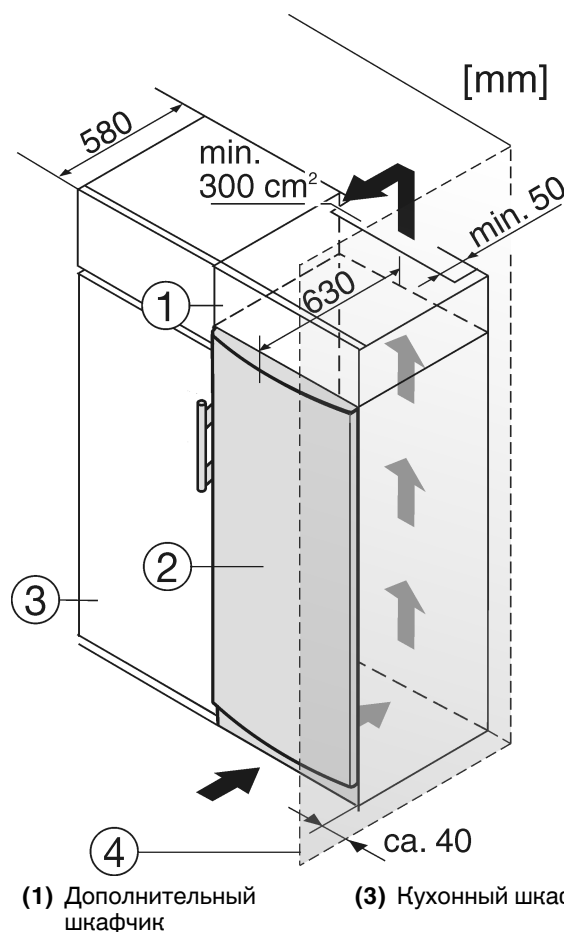

Fig. 8
(2) Устройство
Устройство может быть окружено предметами кухонной обстановки. Чтобы уравнивать устройство *Fig. 8 (2)* по высоте с кухонной стенкой, можно установить над устройством соответствующий дополнительный шкафчик *Fig. 8 (1)*.
При комбинировании с обычными кухонными шкафами (глубина макс. 580 мм) устройство можно установить непосредственно рядом с кухонным шкафом *Fig. 8 (3)*. Дверь устройства выступает по сторонам на 34 мм и по центру устройства на 50 мм относительно передней стенки кухонного шкафа. Поэтому ее можно свободно открывать и закрывать.
Если устройство установлено на шарнирах у стены *Fig. 8 (4)*, то расстояние между устройством и стеной должно быть не менее 40 мм. Настолько выступает ручка при открытой двери.